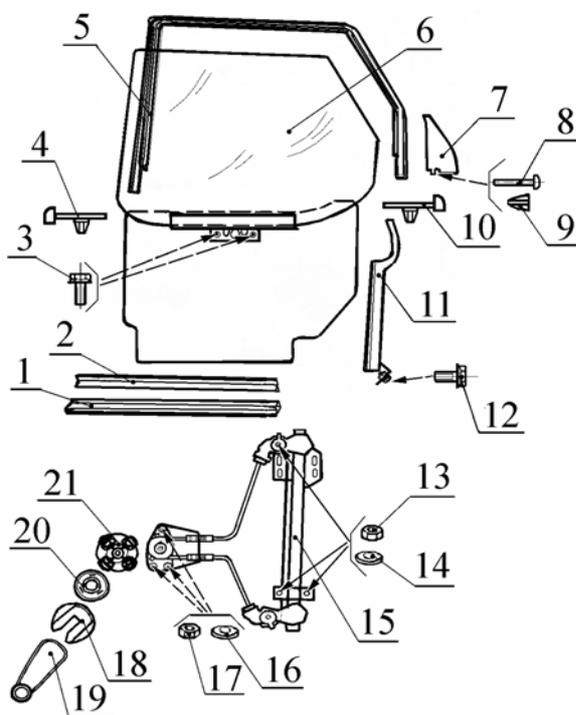

Рис.8. Стекло и стеклоподъемник задней двери:
- 4.6 Снять облицовку 18, рис.8, ручку 19, розетку 20 стеклоподъемника 15 (отвертка плоская).
- 4.8 Снять переднюю 4, рис.8, и заднюю 10 облицовки уплотнителя опускного стекла (отвертка плоская).